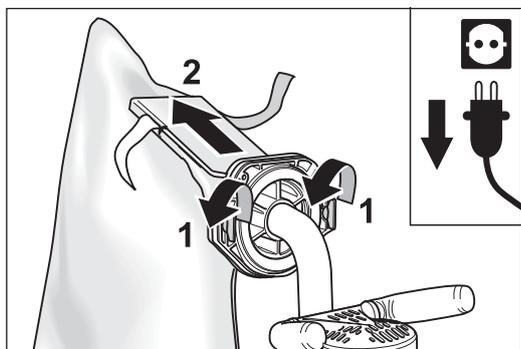

Fig. 15 Abrir los dos cierres rápidos y sacar la bolsa.
- 5 Abra los dos cierres rápidos de la brida receptora (Fig. 15).
- 6 Saque lentamente la bolsa colector de la brida receptora (Fig. 15).